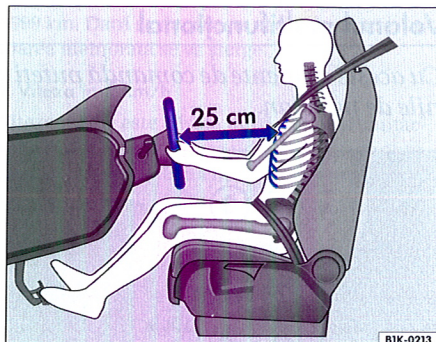

Fig. 19 Imagine de referință: Poziția corectă a conducătorului
- Reglați volanul în poziția dorită ⇒ fig. 19.
- Reglați scaunul conducătorului auto astfel încât distanța dintre volan și torace să fie de cel puțin 25 cm. ⇒ fig. 19. Dacă nu se respectă această distanță, sistemul airbag nu își poate exercita eficiența maximă – pericol de moarte!